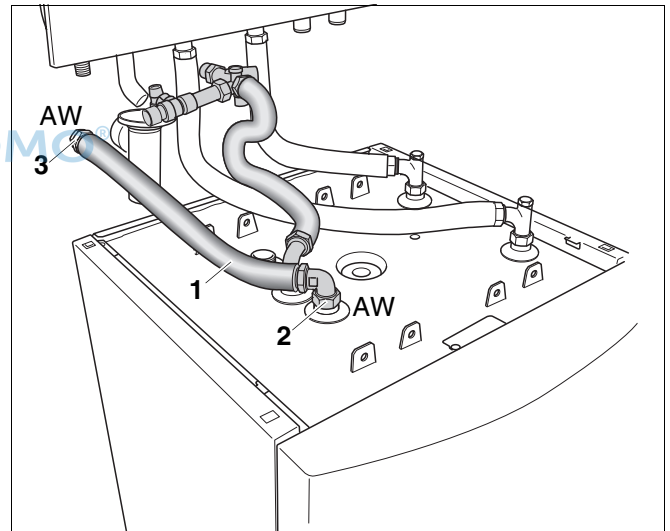

Abb. 16 Warmwasser-Anschlussrohr montieren
- Anschlusswinkel (Abb. 16, **Pos. 2**) am Speicheranschluss AW eindichten.
- Anschlusswinkel (Abb. 16, **Pos. 2**) ca. 45° nach links ausrichten (siehe Abb. 16).
- Reduzierdoppelnippel (Abb. 16, **Pos. 3**) am Wandanschluss AW eindichten.
- Warmwasser-Well Schlauch (Abb. 16, **Pos. 1**) mit Dichtung zwischen den Reduzierdoppelnippel und den Anschlusswinkel (Abb. 16, **Pos. 2**) am Speicheranschluss AW einschrauben.